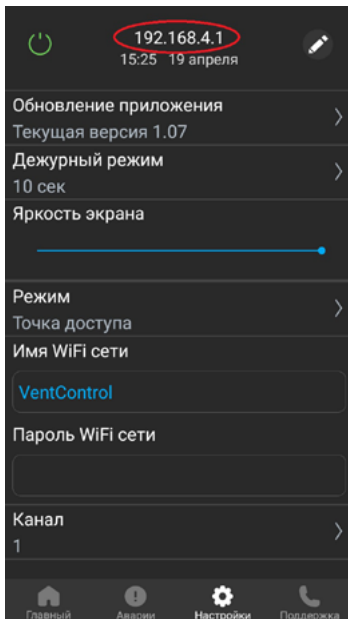
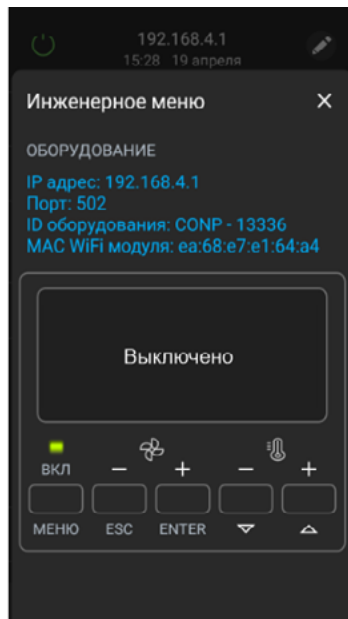

Рис.32
Рис.33
1. Перейдите во вкладку «НАСТРОЙКИ» на экране панели, затем нажмите (в течение 3-х секунд) на название «Текущая версия» в верхней части экрана (см. рис.32, отмечено красным) – осуществится переход в «ИНЖЕНЕРНОЕ МЕНЮ» (см. рис.33). На экране будет написано «Выключено».